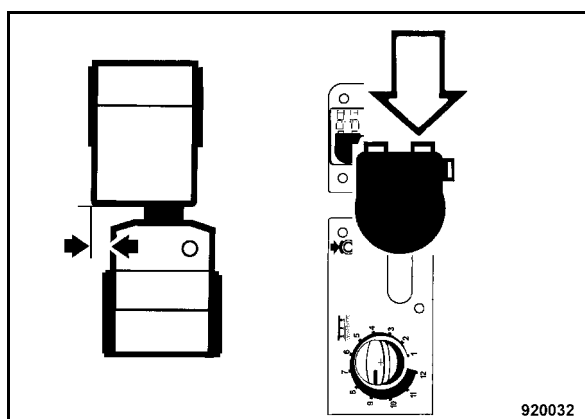

Fig. 94
- Premere e tener premuto il pulsante (Fig. 94) sulla leva di marcia a sinistra.